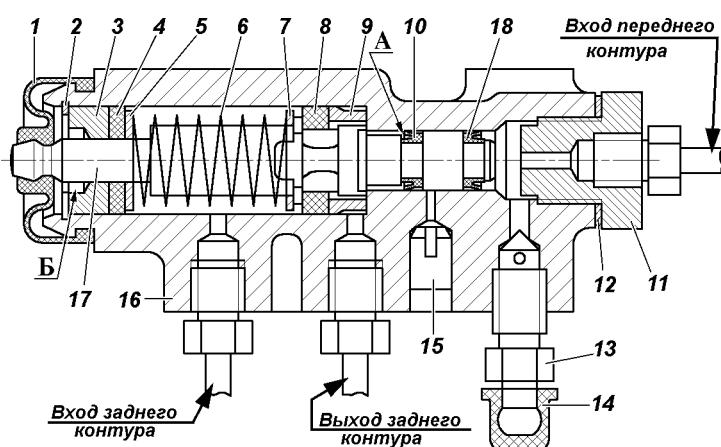

Рис. 13.7. Регулятор давления:
На автомобилях, не оборудованных системой АБС, устанавливается регулятор давления (рис. 13.7), который автоматически корректирует давление тормозной жидкости в тормозных механизмах задних колес в зависимости от загрузки автомобиля.
При нажатии на тормозную педаль поршень 17 (см. рис. 13.7) регулятора давления должен выдвинуться из корпуса на 1,7-2,3 мм. Отсутствие хода поршня, а также его недостаточный или чрезмерный ход свидетельствуют о неисправности регулятора или его привода.
- Заверните болт 4 до соприкосновения его с хвостовиком поршня 17 (см. рис. 13.7) регулятора.